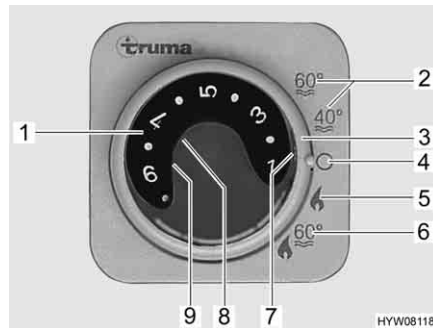

Fig. 187 Unidad de mando para la calefacción/caldera
- Ajustar el modo de funcionamiento con el interruptor giratorio (Fig. 187,3).
Según la temperatura ambiente deseada, la calefacción selecciona automáticamente la potencia de quemador necesaria. Cuando se alcanza la temperatura ambiente deseada se desconecta el quemador. En el modo de funcionamiento "calefacción y caldera" (Fig. 187,6), se calienta también el agua de la caldera. En el modo "calefacción sin caldera" (Fig. 187,5), la calefacción puede funcionar con la caldera vacía.
- Girar el botón giratorio de temperatura (Fig. 187,1) de la unidad de mando al nivel deseado.
- Situar el interruptor giratorio (Fig. 187,3) en el modo invierno "calefacción sin caldera" (Fig. 187,5) o en modo invierno "calefacción y caldera" (Fig. 187,6).
La luz de control verde (Fig. 187,7) se enciende.
- Ajustar el interruptor giratorio (Fig. 187,3) en "O" (Fig. 187,4).
La combinación de los funcionamientos a gas y con electricidad a 230 V acorta el tiempo de calentamiento (esto solo es posible si en la unidad de mando (Fig. 187) la calefacción se encuentra ajustada en modo de invierno). Si se ha seleccionado el funcionamiento con electricidad a 230 V, se enciende la luz de control amarilla (Fig. 188,6).